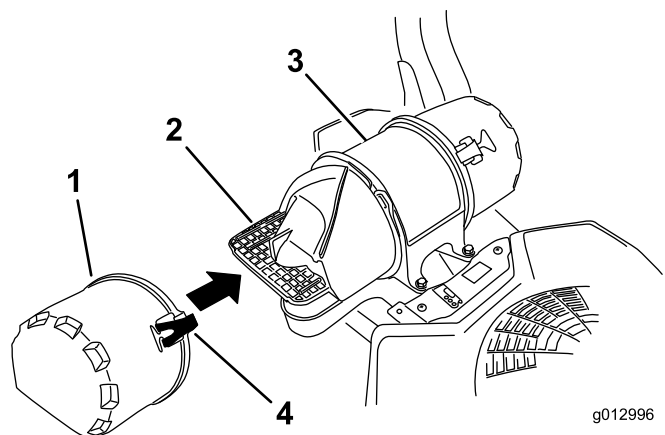

Figura 56
3. Abra los cierres del limpiador de aire y tire de la tapa de la entrada de aire para separarla del cuerpo del limpiador de aire (Figura 56).
5. Instale la tapa de la entrada de aire y sujétela con los enganches (Figura 56).